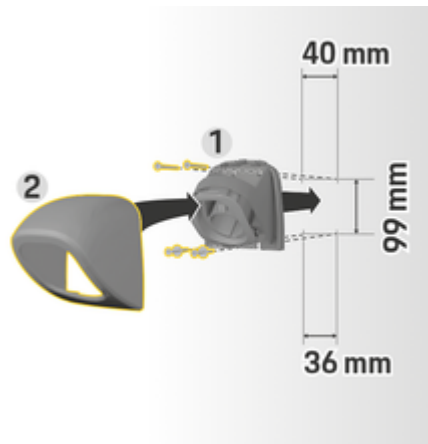

Fig. 105 Bormål
1. Ta pluggholderen 1 (Fig. 105) ut av dekselet 2 (Fig. 105).
4. Skru pluggholderen 1 (Fig. 105) på veggen.
5. Sett dekselet 2 (Fig. 105) på pluggholderen 1 (Fig. 105) fra undersiden og trykk det oppover.